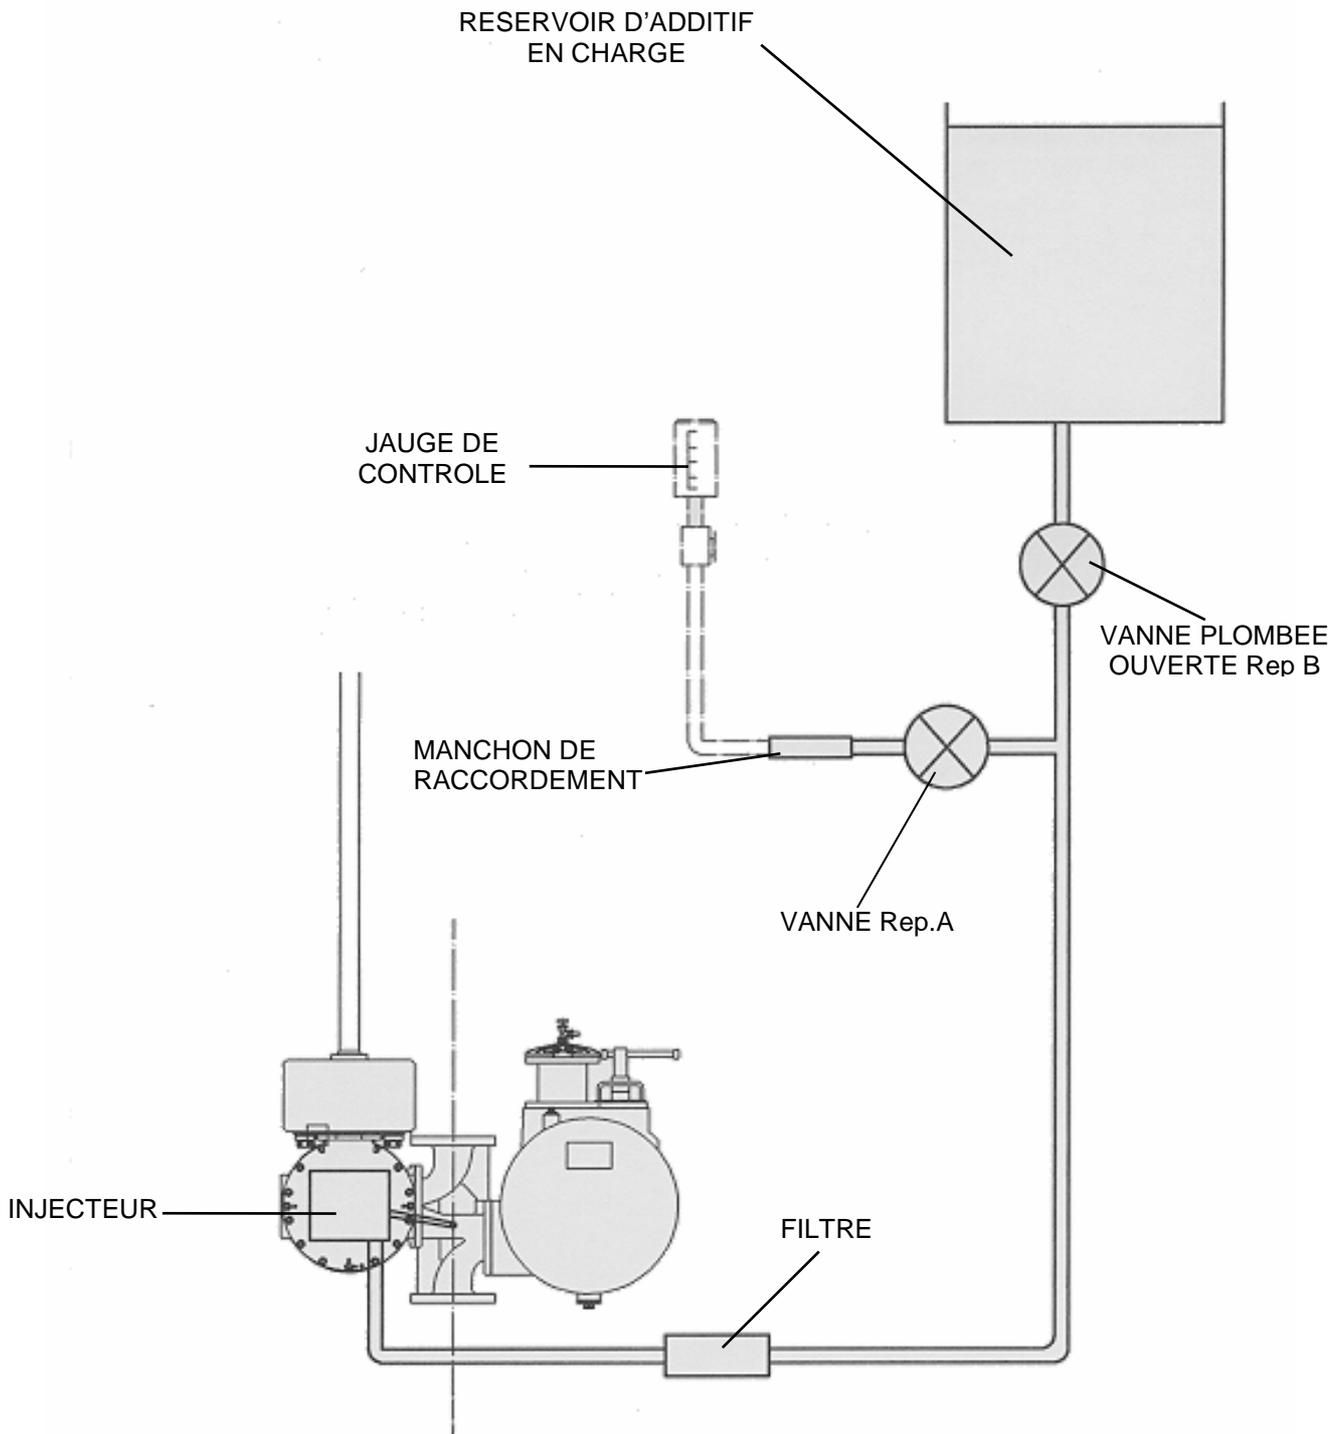

Figure 2
Un schéma type d'installation est représenté figure 2.
8. CONTROLE DU TAUX D'INJECTION (Figure 2)